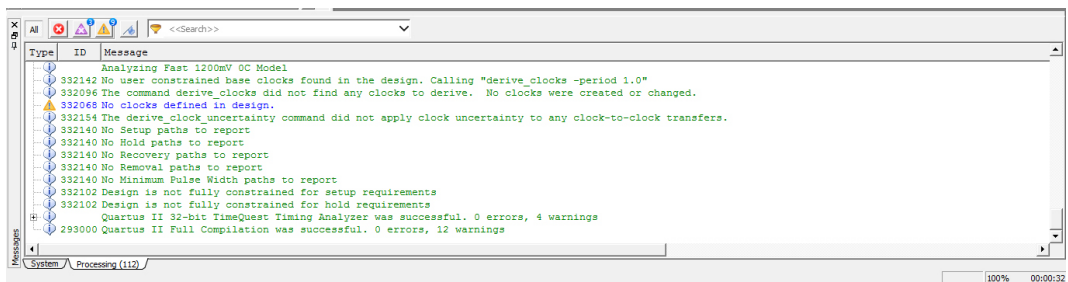

Figura 32: Janela com a mensagem expandida
3. Para localizar a fonte de uma mensagem gerada pelo compilador deve-se clicar na janela de mensagem no ícone  e expandi-lo para encontrar uma unidade de projeto, incluindo uma entidade (Figura 32).